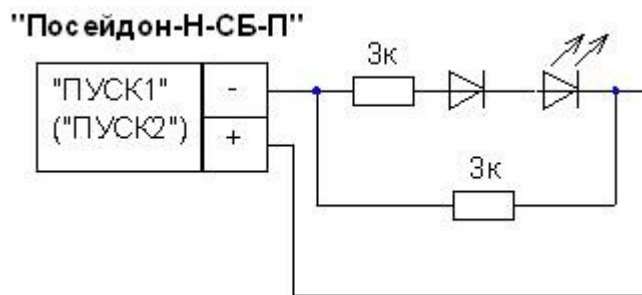

Рисунок 4.1
4.5.3.3.3 Подключить к пусковой цепи эквивалент по схеме (см. рисунок 4.1).